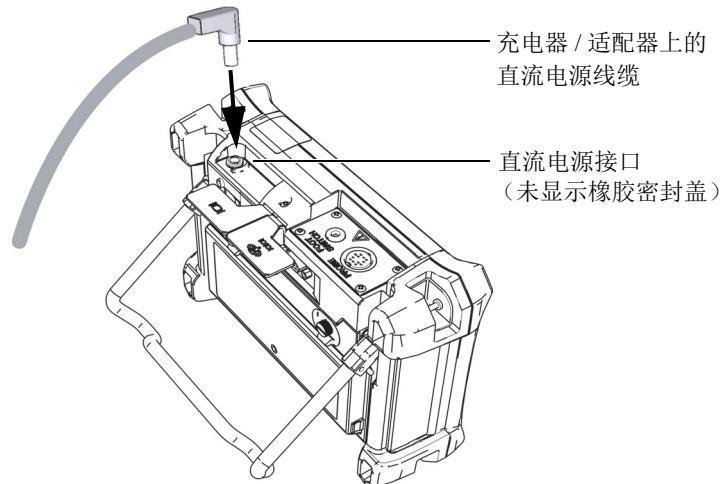

图 1-9 连接直流电源插头
3. 将充电器 / 适配器上的直流电输出电源线缆连接到 Magna-Mike 8600 仪器顶部的直流电源接口（参见第 32 页的图 1-9）。